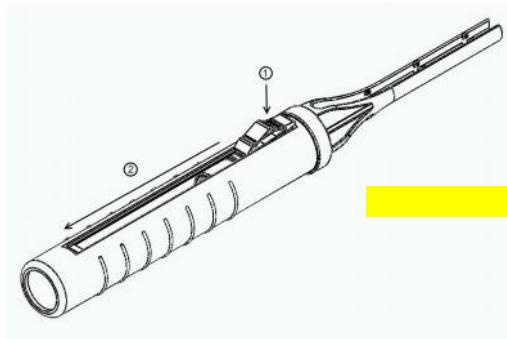
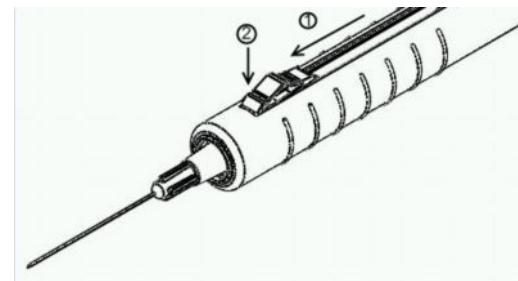

Рис. 7
Рис. 8
1. Извлеките наконечник (с подсоединенными иглой) из колпачка установленного с боковой стороны базового блока. Выдвиньте иглу, нажав на заднюю сторону КНОПКИ, аккуратно выдвинув ее вперед на всю длину (Рис. 7), и нажав на переднюю часть КНОПКИ зафиксируйте иглу в выдвинутой позиции (Рис. 8). КНОПКА становится «само-фиксированной» в выдвинутой позиции. Проведите инъекцию.